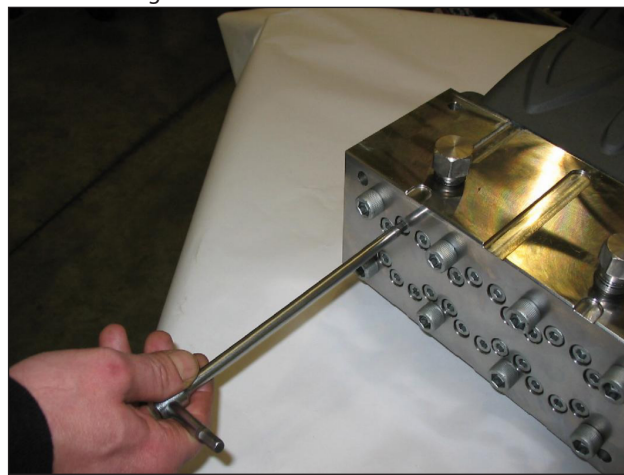

Fig. 16
- Afrouxe, sem remover, os parafusos M8x100 de fixação das camisas no cabeçote, conforme indicado na Fig. 16, de modo a deixá-los livres.